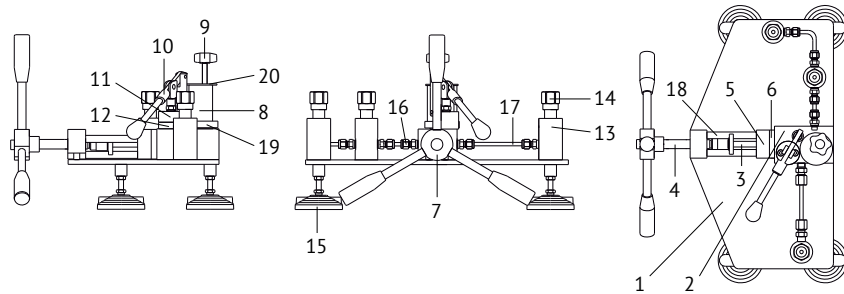
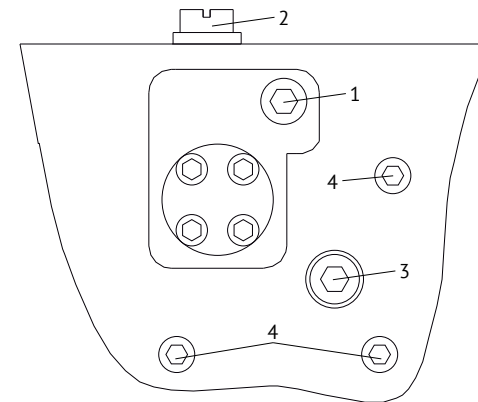

Рис. 1. Гидравлическое устройство для сравнительной калибровки:
Рис. 2. Расположение технологических винтов:
4.1 Внешний вид прибора показан на Рис. 1.
4.2 Основание устройства выполнено в виде *стальной плиты 1* (Рис. 1), снабженной четырьмя регулируемыми *опорами 15*. Блок *создания давления 2* представляет собой стальной параллелепипед, с выполненными в нем полостью основного штока, полостью ручного насоса и всеми необходимыми каналами и клапанами. На блоке создания давления, сверху закрепляются *ручной насос 10*, *основание стакана 19* и *стакан для рабочей жидкости 8* и *вентиль сброса давления 9*, на передней стороне узел основного штока. С боков от блока создания давления расположены *стойки 13* с *гайками 14* для присоединения образцового средства измерения (правая стойка) и двух или одного поверяемых (левые стойки). В случае поверки одного средства измерения в свободную стойку устанавливается заглушка. Блок создания давления и стойки соединены между собой с помощью фитингов и трубок высокого давления. Для слива рабочей жидкости из устройства предусмотрен специальный *винт 1* (Рис. 2) со специальным уплотнением, расположенный снизу блока создания давления. *Винт 2* (Рис. 2) предназначен для слива рабочей жидкости из полости ручного насоса.
С помощью *ручного насоса 10* (Рис. 1) рабочая среда перекачивается из *стакана 8* в полость основного штока и *стоек 13* со средствами измерений. Ручной насос необходим для предварительного сжатия воздуха, оставшегося в присоединенных средствах измерений, с целью уменьшения его объема. Величина ручного накачивания зависит от диапазона измерения установленных СИ, но не должна превышать 3 МПа. Далее, с помощью вращения *штурвала 7* по часовой стрелке и *винта 4*,двигающего *шток 3*, плавно создается необходимое давление. Для уменьшения давления штурвал необходимо вращать в обратную сторону. Для сброса оставшегося давления предусмотрен *вентиль сброса давления 9*.
8.3.1 Полностью выкрутите *винт 1 (Рис. 2)* предварительно подставив под устройство ёмкость подходящего размера.